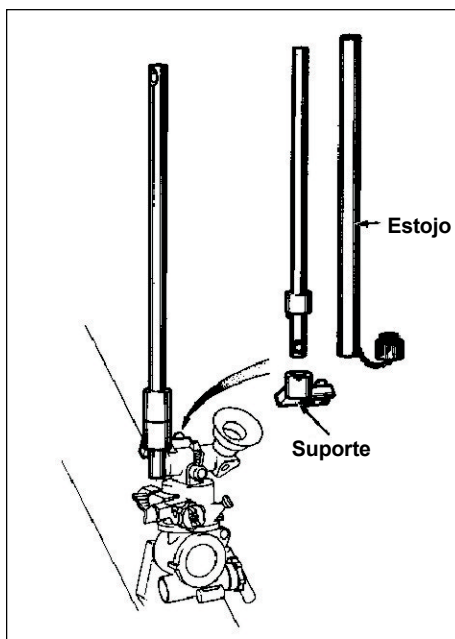

Fig 1-17. Periscópio, seu estojo e seu suporte
a. O periscópio - Consiste de um tubo de metal com duas janelas circulares. A distância entre os centros destas janelas é de 356 mm, possibilitando uma pontaria de 6400 milésimos em torno do morteiro. Na parte inferior do periscópio existe um colar de metal com duas pequenas saliências que se encaixam perfeitamente no suporte do periscópio. É um equipamento de precisão e mecânica acurada e deve ser guardado em segurança em seu estojo quando não está sendo utilizado. O periscópio e seu suporte deve ser utilizado somente em seu aparelho de pontaria C2, conforme a numeração e marcas do equipamento. Ele pode em situações de emergência ser usado em outro aparelho de pontaria mas deve-se observar as orientações do Capítulo 4, Artigo I - Testando e Ajustando o Aparelho de Pontaria C2. (Fig 1-17)